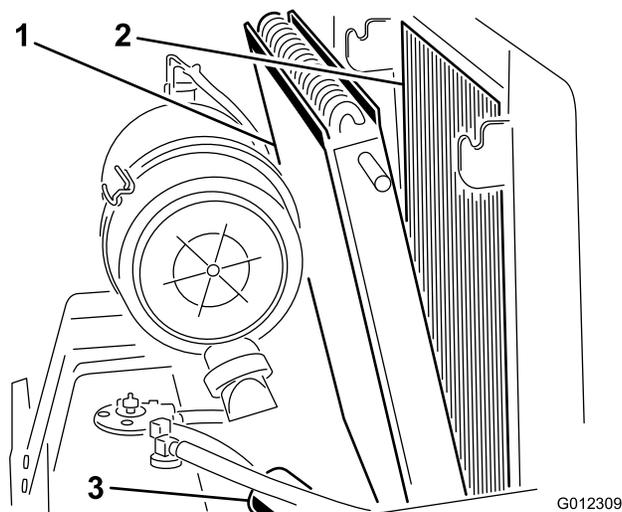

Figura 39
5. Eleve as pegas do radiador de óleo e incline-as para trás na ranhura de montagem. Limpe ambos os lados do radiador do óleo e a zona traseira do radiador com ar comprimido (Figura 39).